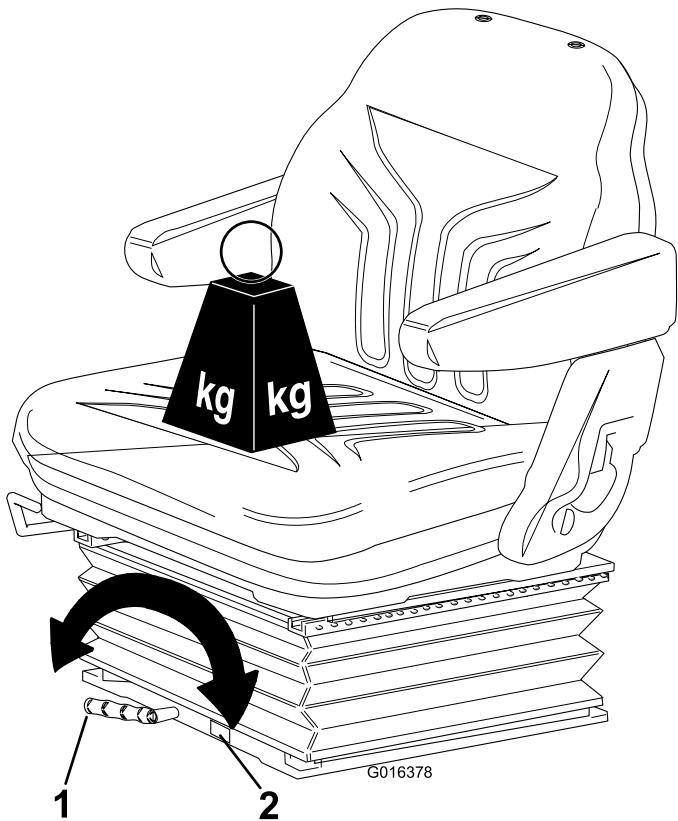

Figura 13
- **Ajuste según el peso del operador:** Gire la palanca en sentido horario para aumentar la rigidez de la suspensión, y en sentido antihorario para reducirla. El dial indica el ajuste óptimo de la suspensión según el peso del operador (kg); consulte Figura 13.